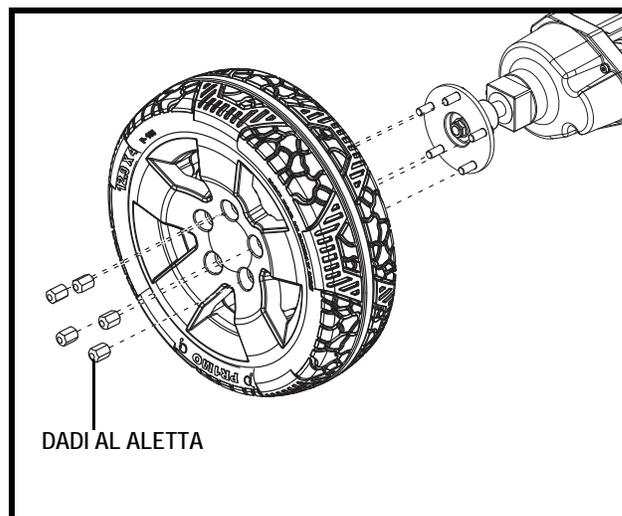

Figura 23. Rimozione di ruote a gomma solida
3. Rimuovere i dadi ad aletta. **Vedere figura 23.**
5. Inserire la nuova ruota sull'asse. **Vedere figura 23.**